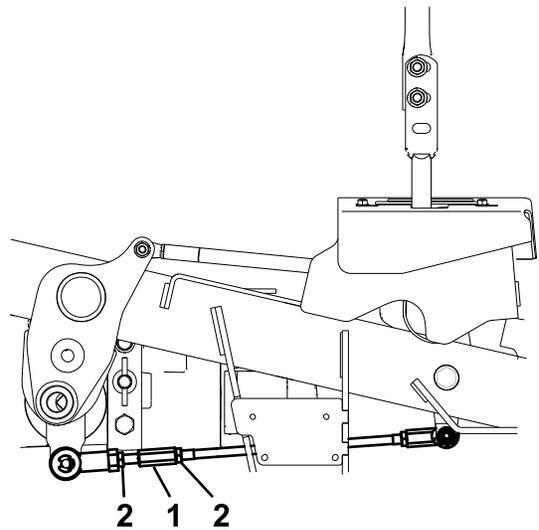

Bild 66
10. Stellen Sie die Länge der Pumpenschaltstange ein, indem Sie die Doppelmuttern an der Stange so weit in die entsprechende Richtung drehen, bis sich die Räder leicht zurückdrehen (**Bild 66**).